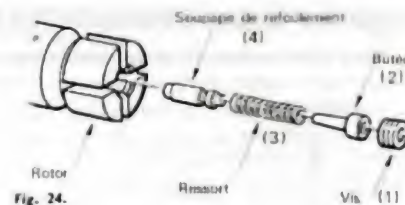

Fig. 24.
- Desserrer la vis de butée (1) de la soupape de refoulement, à l'aide d'une clé Allen de 4 mm (ou 4,8 mm suivant les modèles). Sortir la butée (2), le ressort (3) et la soupape (4). En cas de besoin, utiliser un extracteur spécial (fig. 24). (**Ne pas réutiliser la butée 2.**)
— Placer le rotor à la partie supérieure du support spécial; placer la soupape de refoulement (1) dans l'alésage (s'assurer de son libre coulisement); monter le ressort, la butée et serrer la vis butée au couple de serrage (fig. 24). **Attention : Un mauvais serrage peut provoquer soit le grippage du rotor, soit une fuite, d'où un mauvais démarrage.**